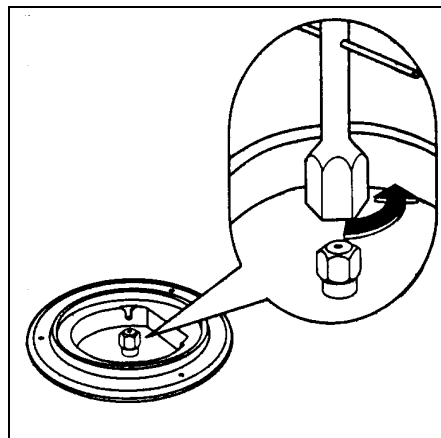

fig. 19
3. Avec une clé à douille de 7, dévissez les injecteurs (fig. 19) et remplacez-les par ceux convenant au type de gaz utilisé (voir tableau n°2).